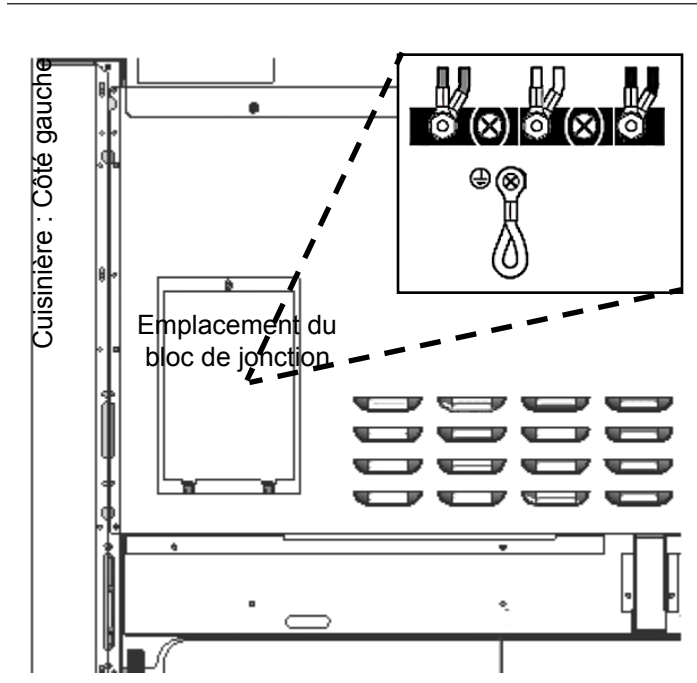
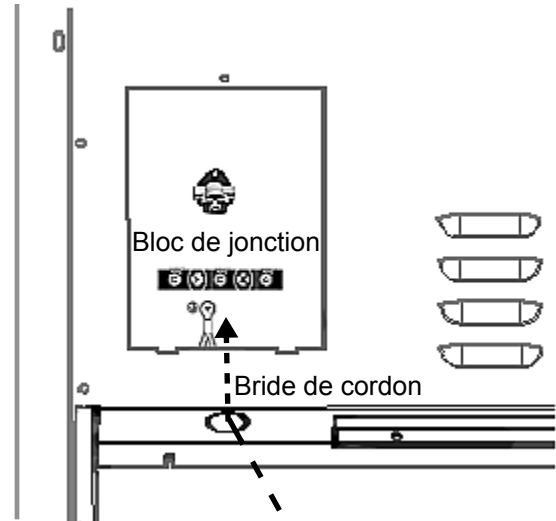

Figure 15: Emplacement du bloc de jonction
Figure 16: Emplacement de la bride de cordon
Les appareils peuvent être branchés directement à l'alimentation. L'installateur doit fournir un conduit en aluminium flexible approuvé, format $\frac{3}{4}$ po (19 mm), d'une longueur minimale de 6 pieds (1,8 mètre). Localisez le bloc de jonction à l'arrière de l'appareil et enlevez le couvercle (consultez la Figure 15). Le conduit doit être fixé à la boîte de connexion à l'aide d'un connecteur de conduit approuvé. L'extrémité libre du conduit de câbles doit être branchée à un bloc de jonction installé dans la zone d'alimentation électrique, comme illustré sur la Figure 3.
Installez une bride de cordon (non fourni) dans le trou de 1 po (25,4 mm) de diamètre situé sous le bloc de jonction (voir Figure 16). Le câblage de l'appareil doit être acheminé au bloc de jonction par le conduit et à travers la bride de cordon. Les extrémités des fils doivent être munies de cosses en boucle de $\frac{1}{4}$ po, préférablement soudées sur place. Faites les connexions au bloc de jonction fourni (voir Figure 15).
2. Installez une bride de cordon (non fournie avec la cuisinière) dans le trou de 1 po (25,4 mm) de diamètre situé sous le bloc de jonction, dans le panneau arrière (voir *Figure 16*). Faites passer les fils par la bride de cordon.